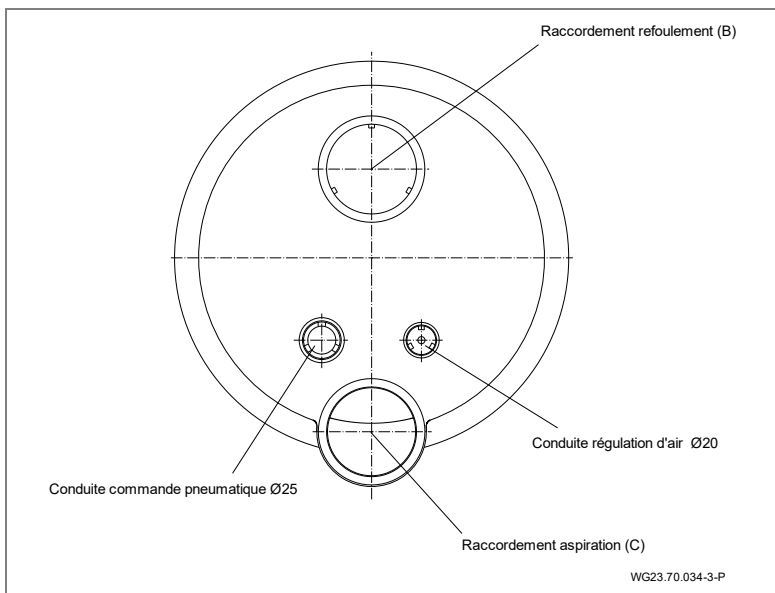

Fig. 16
1. Coller la gaine de protection des câbles et de la gaine de la conduite d'air. (Fig. 16)
10. Fixer les enjoliveurs dans le capot de lumière (110) en procédant de la manière représentée sur la fig. 16 A-C. Employer les bons enjoliveurs pour la gauche (L) et la droite (R). (Fig. 21)